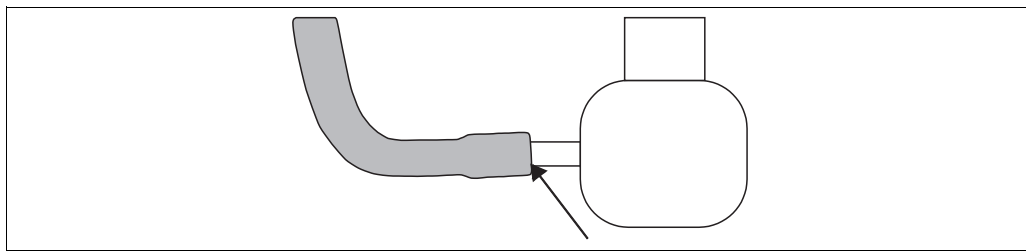

Fig. 18: Rilevamento perdite
2. Utilizzando una spazzola morbida di dimensioni ridotte, distribuire la soluzione sui punti di connessione tra i tubi del gas e le parti in vetro, il reattore e l'analizzatore IR (fig. 18).